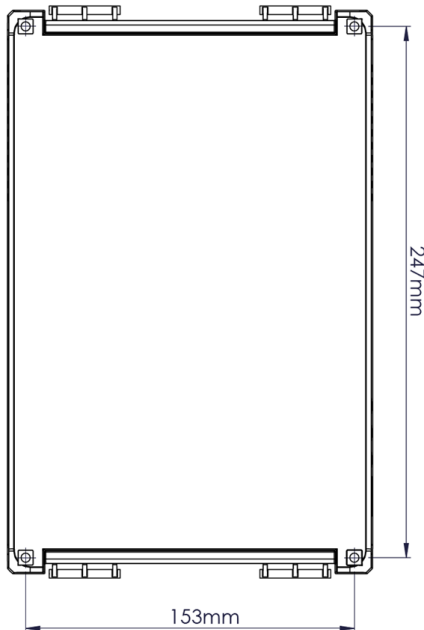

Abb. 3: Lochabstand für Befestigung
3. Die vier Dübel mit den Bohrungsmaße 153mm x 247mm auf der Befestigungswand anbringen (vgl. Abb. 3).